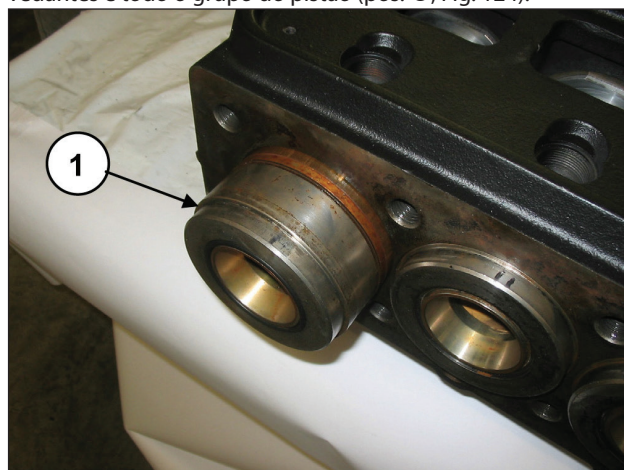

Fig. 124
Girando o eixo, avance a guia do pistão, de modo que o tampão, avançando em sua volta, possa expelir o suporte dos vedantes e todo o grupo do pistão (pos. ①, Fig. 124).